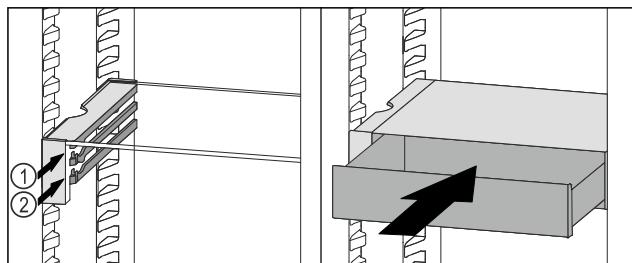

Fig. 70
► Nasadte zásuvku VarioSafe za zarážky na požadovaném žebřu Fig. 70 (1) nebo Fig. 70 (2).